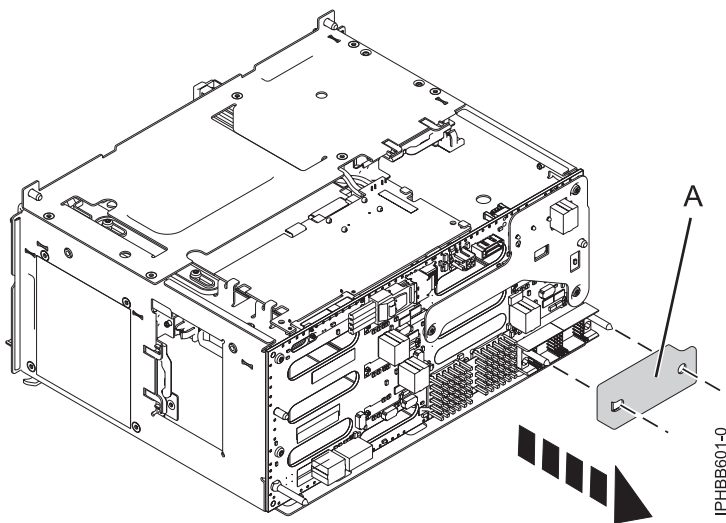

Figura 10. Extraer la cubierta protectora de las patillas de conector
3. Compruebe si hay una cubierta protectora sobre las patillas de conector en la esquina inferior derecha. Si hay una cubierta protectora, extraiga la cubierta (A), tal como se muestra en la Figura 10.